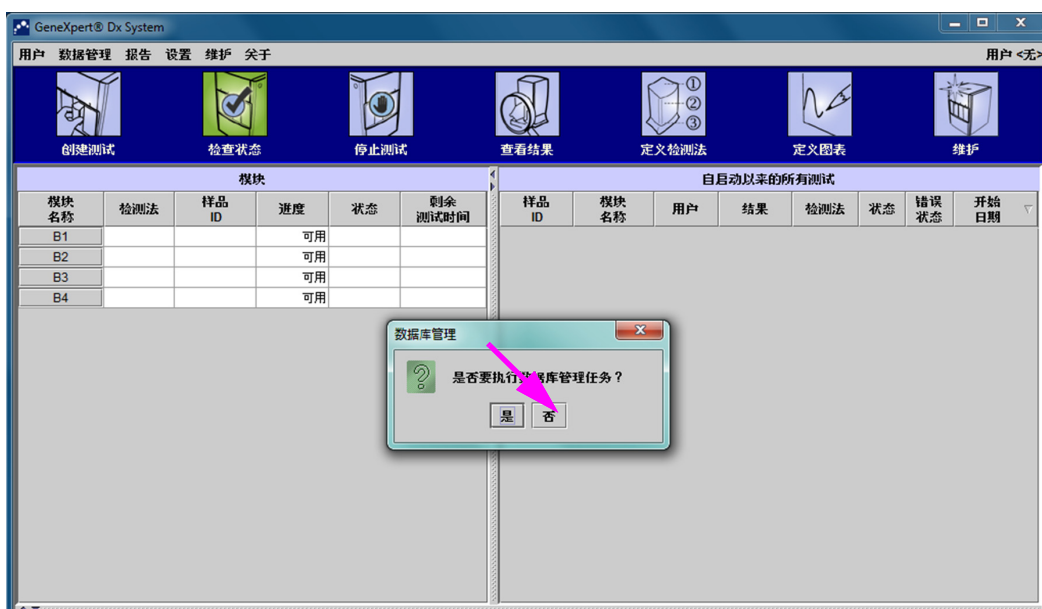

图 2-53. 显示“数据库管理”叠层对话框的“GeneXpert Dx System”窗口
1. 在“分配仪器字母代号”对话框中，单击**确定**确认仪器字母代号分配结果，同时关闭对话框。此时出现“数据库管理”对话框（参见图 2-53）。